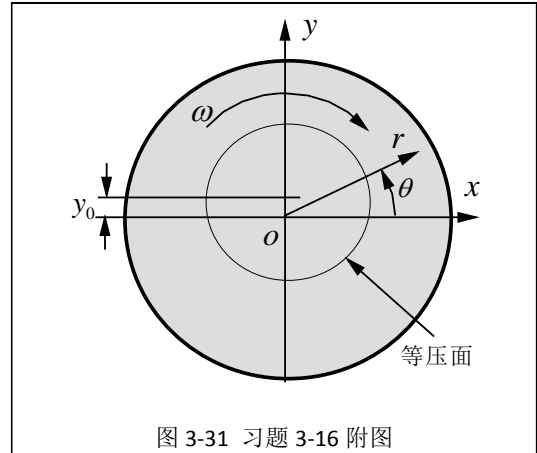

图 3-31 习题 3-16 附图
**3-16** 一个充满水的密闭圆筒容器，横向放置，以等角速度  $\omega$  绕自身中心轴线旋转，如图 3-31 所示。试考虑重力的影响，证明其等压面是圆柱面，且等压面的中心轴线比容器中心轴高  $y_0 = g/\omega^2$ 。